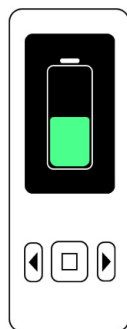

Fig. 7 : El motor de endodoncia **X-Smart® Go** está cargando
- Durante la carga, aparece el icono de la batería en la pantalla del motor (consulte [► Fig. 7]). Una vez completada la carga, la pantalla del motor y el LED de color azul del banco de alimentación se apagarán.